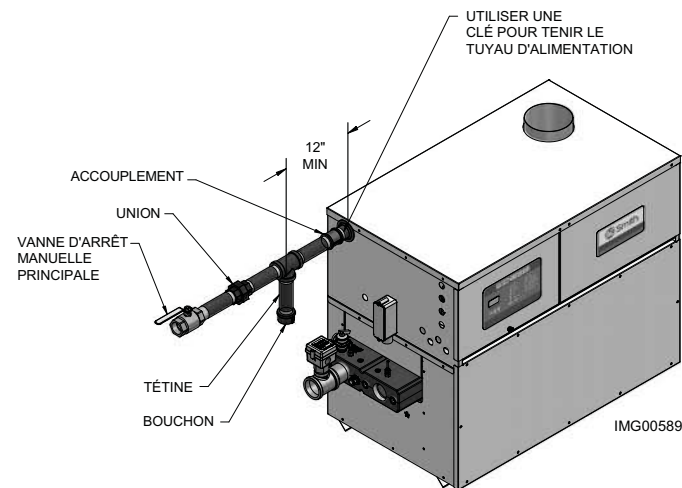

Figure 3-1_Raccordement de la conduite de gaz
5. Installer un piège à sédiment sur la conduite d'alimentation vers l'entrée de gaz de l'appareil (voir FIG. 3-1).